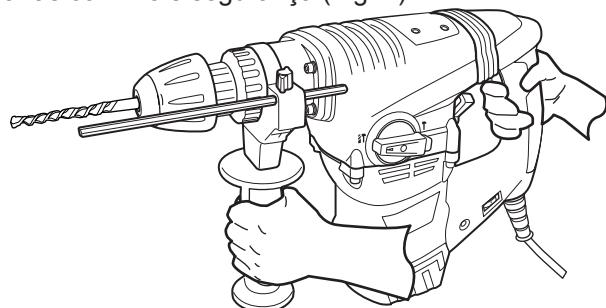

Fig. 7
- > Segure sempre a ferramenta pelas pegas. Mantenha as pegas secas para poder segurá-las com mais segurança (Fig. 7).